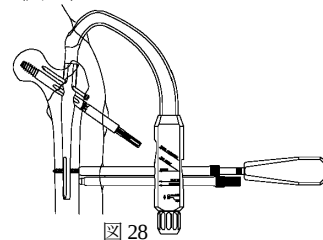

図 28
25) 選択した長さのディスタルススクリューを、ディスタルススクリュー用ドライバーを用いて挿入します。（図 28）